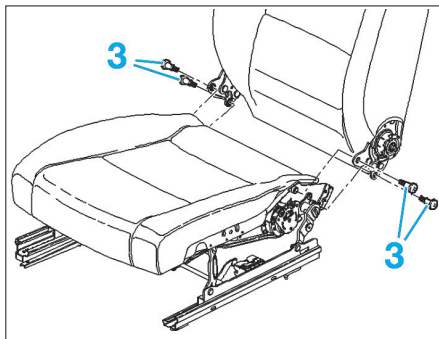

Fig. 5
- Dévisser les vis de fixation (3) du dossier (Fig.5).